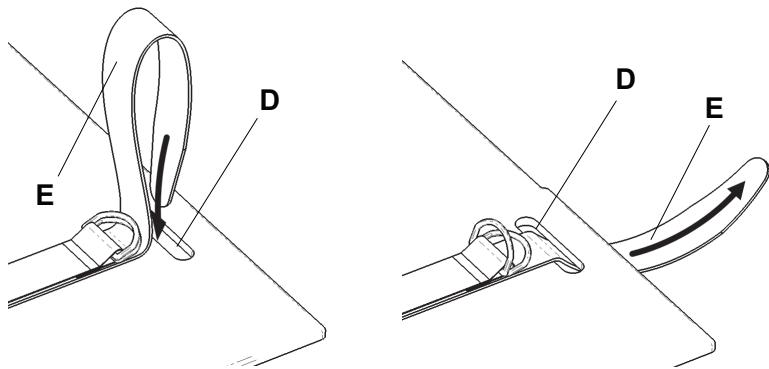

Figura 1 – Inserte las correas de fijación
8. Pase la correa de fijación (E) por el orificio del respaldo Fowler (D) (Figura 1).